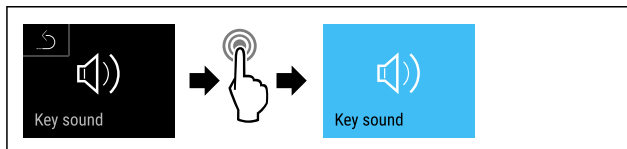

Fig. 94
- Выполните шаги действия (см. Fig. 94) .